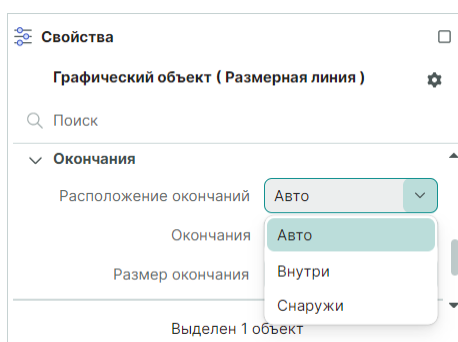

Рис. 281 Выбор расположения окончаний
- Пункт «Расположение окончаний» – выпадающий список с выбором расположения окончаний (автоматическое определение, внутри, снаружи), см. Рис. 281;